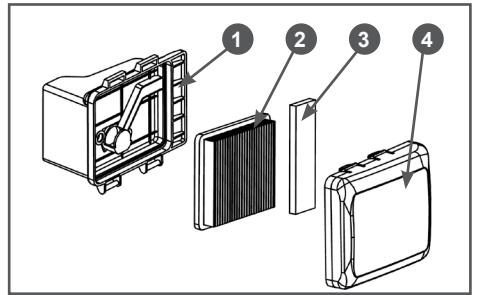

Рис. 15 Обслуживание воздушного фильтра
1. Нажмите на фиксаторы и снимите крышку 4 корпуса воздушного фильтра (Рис. 15).
2. Извлеките фильтрующие элементы 2 и 3 (Рис. 15).
4. Предварительный фильтрующий элемент (Рис. 15 п. 3) – поролоновый. Промойте его теплым мыльным раствором, тщательно отожмите и просушите. Затем смочите его специальным или чистым моторным маслом, после чего отожмите излишки масла.
5. Основной фильтрующий элемент (Рис. 15 п. 2) – на модели LM4622 поролоновый, на модели LM5345 – бумажный. Поролоновый основной фильтрующий элемент (LM4622) промойте теплым
- Произведите очистку крышки 4 и корпуса 1 воздушного фильтра от грязи и пыли (Рис. 15), не допуская попадания пыли и грязи в карбюратор.